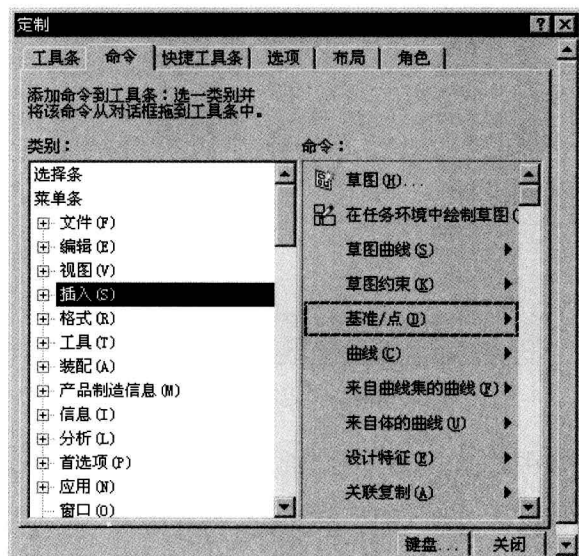

图 1.6.8 “命令”选项卡
在图 1.6.8 所示的“定制”对话框中单击 **命令** 选项卡, 即可打开定制命令的选项卡。通过此选项卡可改变下拉菜单的布局, 可以将各类命令添加到下拉菜单中。
Step 1 在图 1.6.8 中的 **类别:** 列表中选择按钮的种类 **插入(S)**, 在 **命令:** 区域中出现该种类的所有按钮。